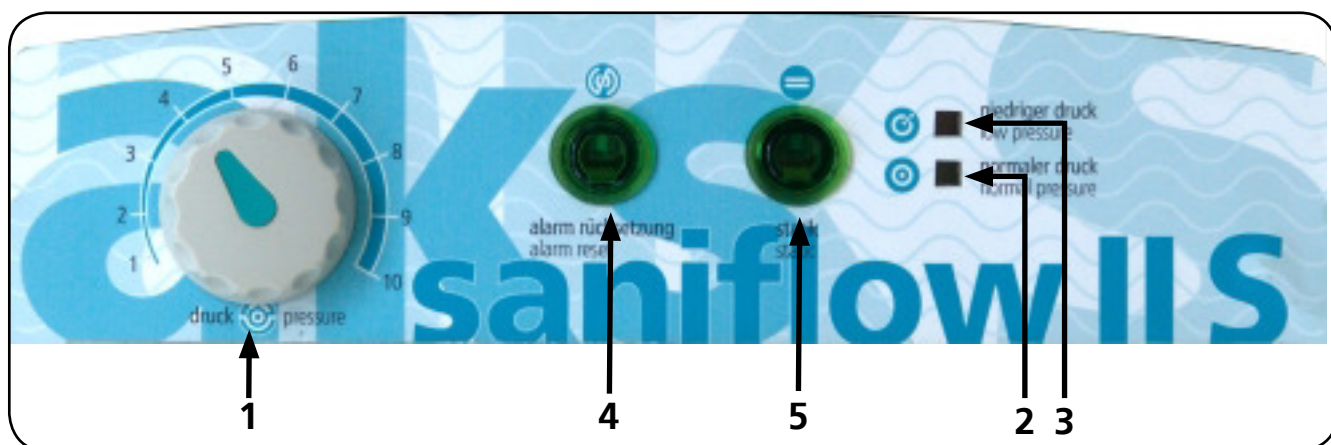

Abbildung 05
Durch eine optische Alarmfunktion „niedriger druck“ (siehe Abbildung 05) und eine akustische Alarmfunktion am Aggregat wird ein möglicher Druckverlust bzw. Druckabfall im System signalisiert und somit das Risiko des Durchliegens minimiert.
Bei Eintreten einer Störung kann das akustische Alarmsignal separat mit dem Alarmsrücksetzungstaster (siehe Abbildung 05) ausgestellt werden, um eine dauerhafte Lärmbelästigung zu vermeiden. Das optische Alarmsignal signalisiert weiterhin die Störung, bis diese behoben ist.
Das aks-saniflow II S-System kann zusätzlich über den Statiktaster am Aggregat (siehe Abbildung 05) vom Betriebsmodus „Wechseldruck“ in den Betriebsmodus „Statik“ und umgekehrt umgeschaltet werden. Im Betriebsmodus „Statik“ werden beide Luftkammerkreise in der Wechseldruckmatratze mit dem eingestellten Druck gleichzeitig befüllt.
2. Gleichzeitig leuchtet anfangs aufgrund eines zu niedrigen Drucks die rote LED „niedriger druck“ (siehe Abbildung 05) und der akustische Alarm ertönt. Deaktivieren Sie beim ersten Aufpumpen durch Drücken des Alarmrücksetzungstasters (siehe Abbildung 05) den akustischen Alarm. Aktivieren Sie den Betriebsmodus „Statik“ durch Drücken des Statiktasters (siehe Abbildung 05).
3. Drehen Sie den Druckregler auf den Skalenwert 10 (siehe Abbildung 05), damit sich der Betriebsdruck in der Wechseldruckmatratze aufbauen kann. Dieser Vorgang dauert ca. 15 Minuten. In dieser Zeit darf die Wechseldruckmatratze nicht belastet werden.
4. Hat die Wechseldruckmatratze ihren Betriebsdruck erreicht, erlischt die rote LED „niedriger druck“ und die grüne LED „normaler druck“ (siehe Abbildung 05) leuchtet auf.
5. Aktivieren Sie wieder durch Drücken des Alarmrücksetzungstasters (siehe Abbildung 05) den akustischen Alarm. Die LED im Taster erlischt.
6. Deaktivieren Sie den Betriebsmodus „Statik“ durch erneutes Drücken des Statiktasters (siehe Abbildung 05). Die LED im Statiktaster erlischt.
Drücken Sie dazu den Statiktaster (siehe Abbildung 05). Der Betriebsmodus „Statik“ wird durch das Aufleuchten der LED im Statiktaster signalisiert.